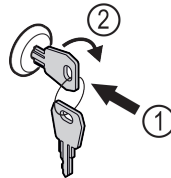

Fig. 58 Példaként szolgáló ábrázolás
- ▶ Dugja be a kulcsot Fig. 58 (1).
- ▶ Forgassa el a kulcsot 90°-kal az óramutató járásával megegyező irányba Fig. 58 (2).